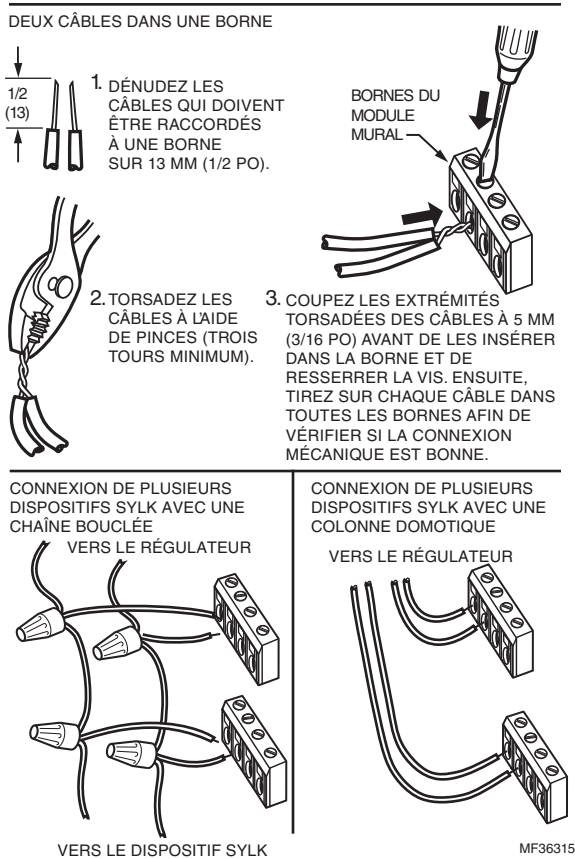

Fig. 6. Options pour le câblage de plusieurs dispositifs Sylk.
4. Reportez-vous à la Fig. 6 pour le câblage de plusieurs dispositifs Sylk.